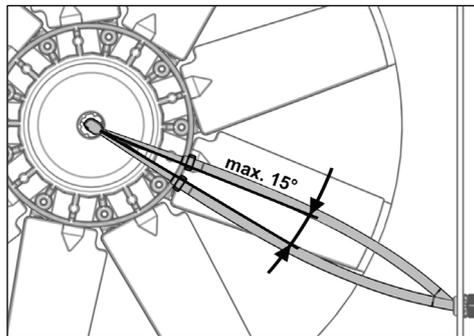

Fig. 31
- Verificare la tensione ed eventualmente tendere nuovamente il tubo flessibile pneumatico (vedi Fig. 31).